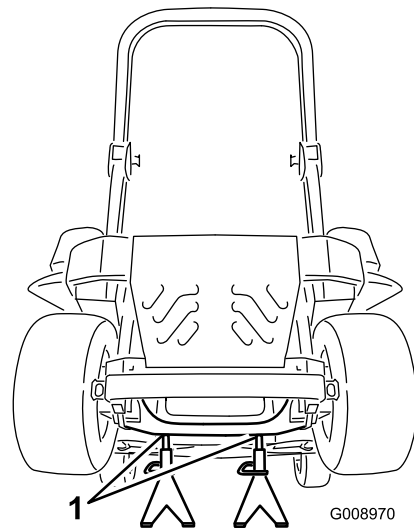

Figura 104
3. Levante la máquina y apóyela sobre gatos fijos (Figura 104).
9. Retire los gatos fijos y baje la máquina (Figura 104).